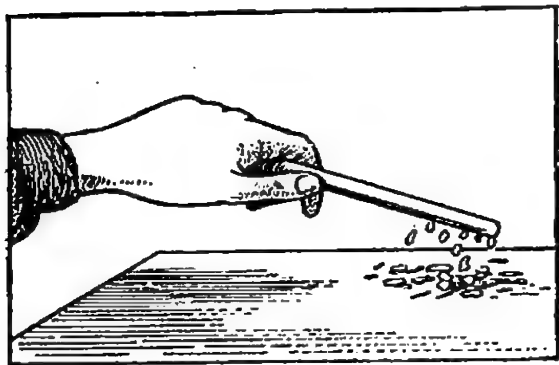

Fig. 541. — Un bâton de verre électrisé attire les corps légers.
**1. L'électricité.** — Un bâton de verre frotté avec une étoffe de laine attire les corps légers (fig. 541), tels que barbes de plume, petits morceaux de papier, etc. On donne le nom d'*électricité* à la cause qui produit cette sorte d'*attraction* à la surface des objets frottés.
EXPÉRIENCE. — Après avoir frotté un bâton de verre avec une étoffe de laine, on l'approche lentement de la petite balle ; celle-ci est attirée (fig. 541). Si on la fait arriver à toucher le bâton de verre, elle lui prend une partie de son électricité et aussitôt elle s'en écarte et le fuit constamment (fig. 542). Si on approche ensuite de ce pendule électrisé par le verre un bâton de cire à cacheter, frotté avec une peau de chat, le pendule est attiré par la cire (fig. 543), tandis qu'il continue à être repoussé par le verre.